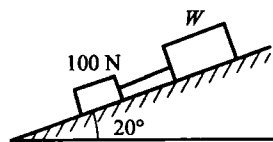

图 2.20
16. 两个物体用绳连接, 放在斜面上, 如图 2.20 所示。重为 100 N 的物体与斜面的摩擦因数为 0.2 , 重为 W 的物体与斜面的摩擦因数为 0.4 。试求: